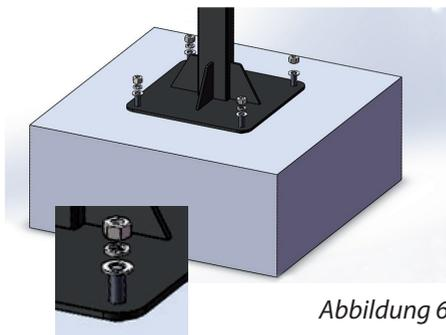
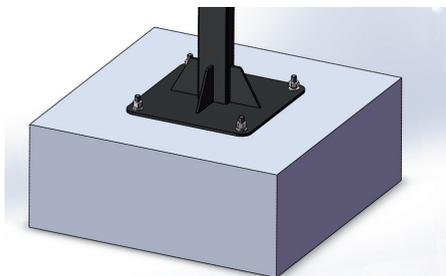

Abbildung 6
Abbildung 7
4. Schrauben Sie nun die Muttern mit den Federscheiben und Unterlegscheiben auf die herausschauenden Gewinde der Betonanker und ziehen Sie diese fest (siehe Abb. 6 und Abb. 7).